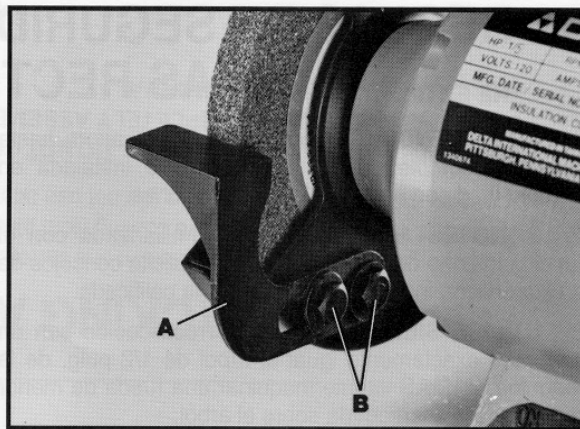

Fig. 2
Ensamble ambos portaherramientas, de los cuales aparece uno en (A) Fig. 2, al interior de cada protector de rueda, utilizando los dos tornillos y arandelas (B). El portaherramientas es ajustable para que pueda ser colocado lo más cerca posible a la rueda rectificadora, proporcionando apoyo máximo a la pieza siendo rectificada. Debe mantenerse siempre una distancia de 1/8 pulg. o menos entre la rueda de rectificación y el portaherramientas. Mientras que la rueda de rectificación se desgasta a un diámetro más reducido, vuelva a ajustar el portaherramientas más cerca a la rueda. El portaherramientas (A) debe ser ajustado de manera que quede fijado un poco más abajo del centro de la rueda. Esta es la posición más práctica y segura para las labores generales. La rectificación a mano libre sin el uso del portaherramientas debe hacerse siempre en el cuarto inferior de la rueda.